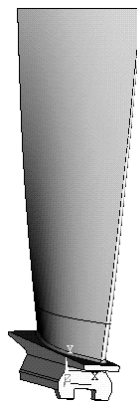

Рисунок 9.1 – Лопатка компресора дв. ТВ3-117
1. Завантажте модель лопатки компресора: файл "loparka.db" (рисунок 9.1).